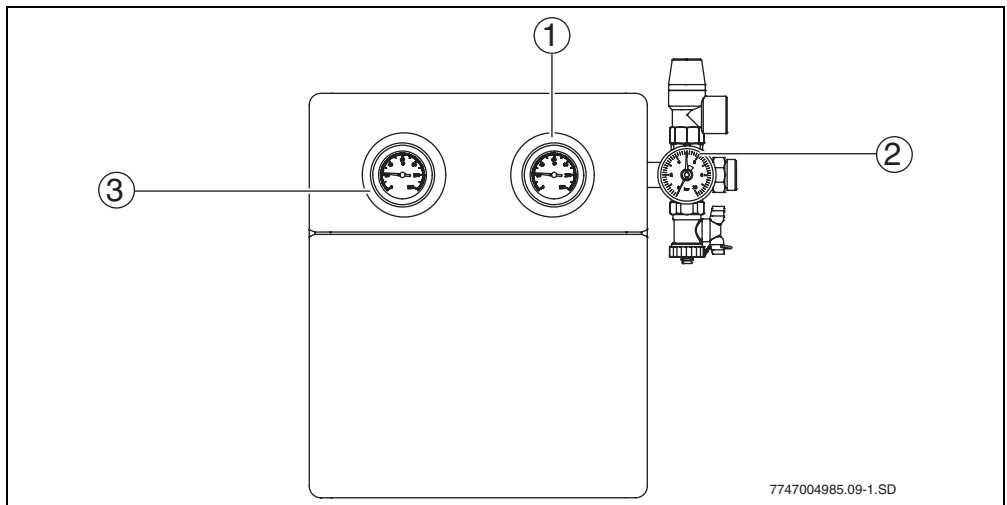

Fig. 13 Grupo de circulação
- Termómetro (→ Fig. 13, pos. 1 e 3): O termómetro integrado mostra as temperaturas do retorno (azul) e avanço (vermelho) da energia solar.
- Manómetro (→ Fig. 13, pos. 2): O manómetro indica a pressão de serviço.